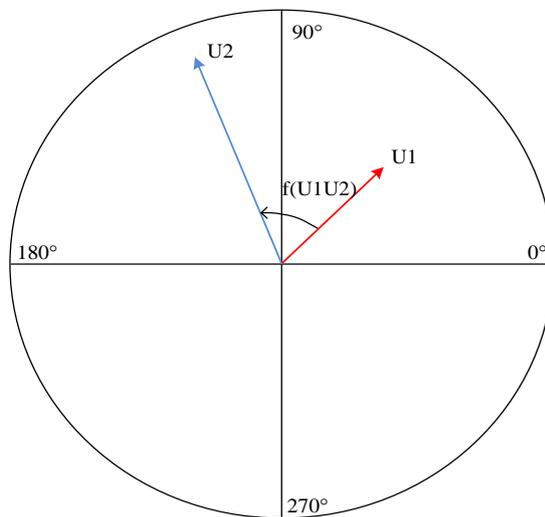

Рисунок 6.31 – Разность фаз между напряжениями сторон 1 и 2
**f (U1U2)** – разность фаз между напряжениями сторон 1 и 2 (рисунок 6.31), °: